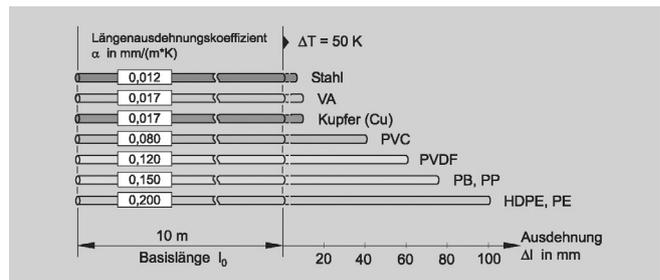

Bild 1.1: Material Längsausdehnungskoeffizient
Insbesondere Rohre für die Heizungs-, Klima- und Prozesstechnik unterliegen oft erheblichen Temperaturschwankungen und weisen in der Folge signifikante Längenänderungen auf. Bei Abkühlung schrumpfen und bei Erwärmung dehnen sich die Leitungen. Je nach Werkstoff dehnen sich Rohrleitungen bei gleicher Temperaturdifferenz sehr unterschiedlich aus; Polyethylen (PE) zum Beispiel 17x mehr als Baustahl. Daher muss bereits bei der Planung aufgrund der Werkstoffauswahl der damit gegebenen Längsausdehnungskoeffizient beachtet werden (Bild 1.1).